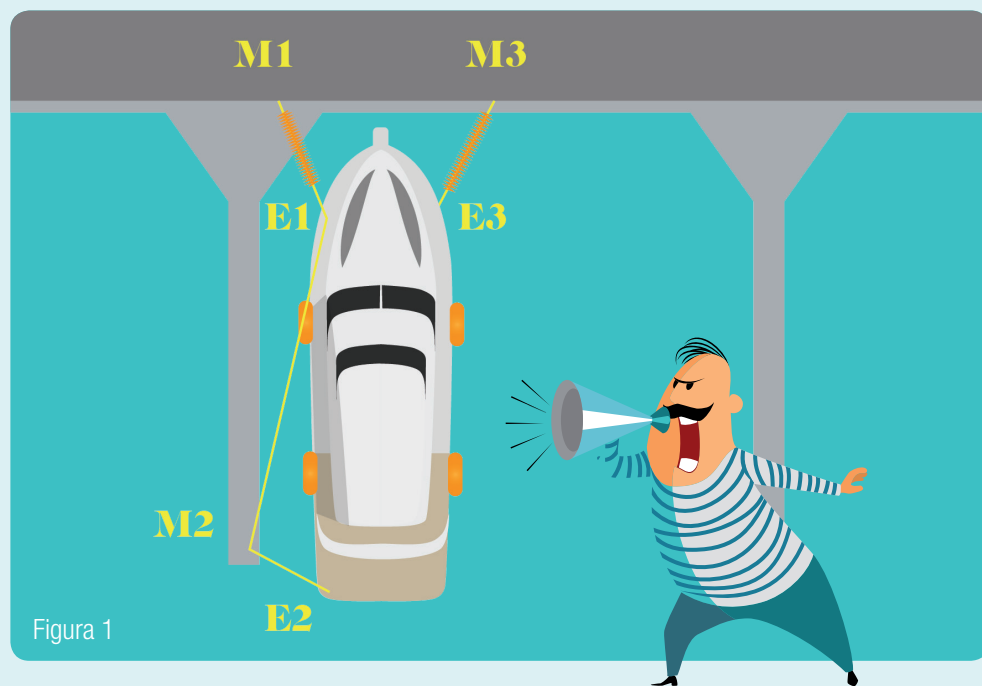

Figura 1
- > **EL ESQUEMA DE AMARRE BÁSICO** recomendado para embarcaciones que atracan de punta es el que se muestra en la Figura 1.